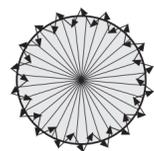

FIG. 13
- 4.6.1.4 Caminhe transversalmente ao detector até que o Led ligue durante 2seg. Logo desliga de seguida, o ciclo deve manter-se em intervalos de 2 seg (ver FIG.13).